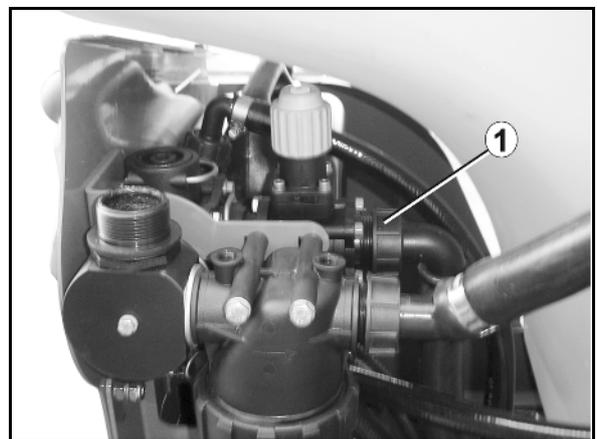

Fig. 132
1. Aflojar la sobretuerca racor (Fig. 132/1).